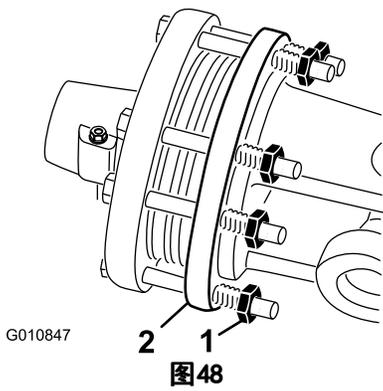

图48
- 季节结束时，将各个离合器螺母向回旋转 2 圈（图48）。